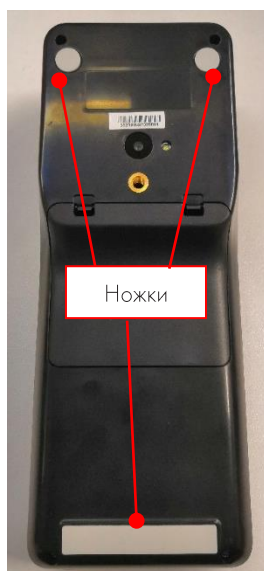

Рисунок 14. Демонтаж клейких ножек и крышки аккумуляторов.
26. Наклеить ножки на корпус нижний (**Рисунок 14**).